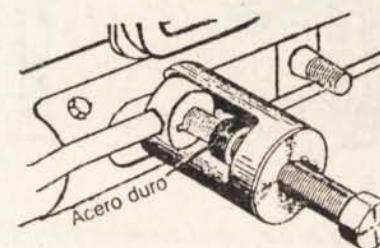

Fig. 6-5.— Extractor de rótulas
a) Si hay juego en una o más rótulas, repretar su tuerca. Si el juego continúa, desarmar y cambiar el resorte o los asientos rotos o desgastados. Las barras se quitan de los conos de las rótulas, forzándolas con un extractor adecuado (Fig. 6-5). Despues de cambiar rótulas, se montan tuercas nuevas "nylstop", que se apretan con torsión de 3 a 4 kg.